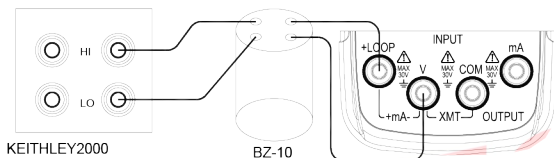

Figura 10-1 — Conexão para Calibração de Saída
- Conecte ao Instrumento conforme mostrado na Figura 10-1;